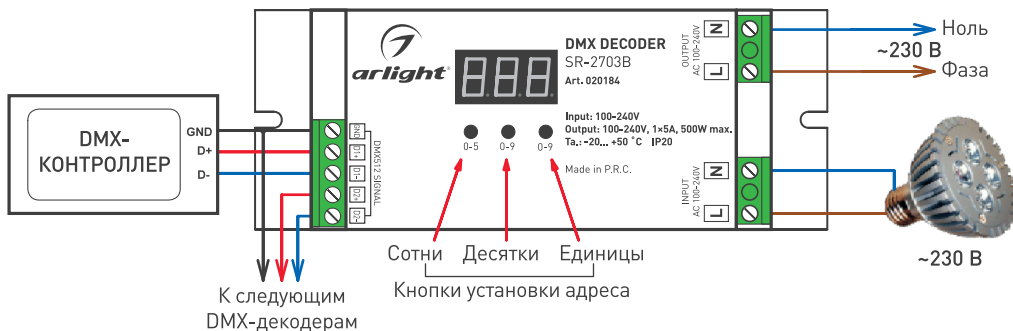

Рис. 1. Схема подключения декодера, органы управления и индикации.
- 3.3. Подключите нагрузку с питанием ~230 В к выходу «OUTPUT» декодера (Рис. 1).
- Нажмите и удерживайте более 3 секунд любую из кнопок установки адреса (Рис. 1), индикатор начнет мигать.